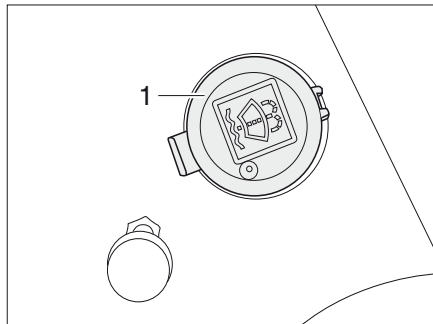

Bild 35 Påfyllningsöppning spolarvätskebehållare
- Tag av locket (Bild 35,1) från spolarvätskebehållarens påfyllningsöppning.